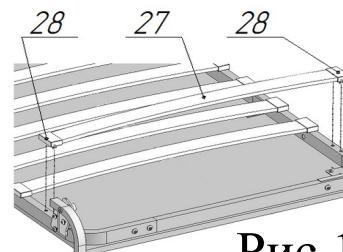

Рис.13
17. Собрать латофлексы поз.27 с латодержателями поз.28 и установить на раму кровати (рис.13). Латодержатели должны входить в отверстия со щелчком.